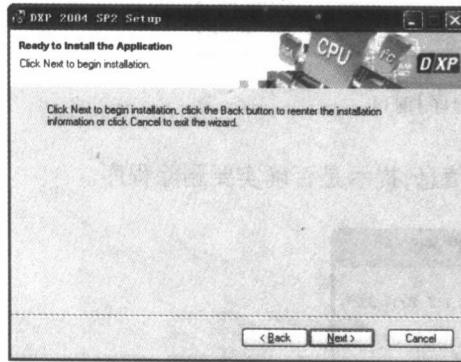

图 1-6 提示安装的画面
⑥ 选择要安装的路径，系统默认路径为“C:\ Program Files \ Altium 2004 SP2 \”，也可以通过【Browse】按钮来选取其他的路径，单击【Next】按钮，进入如图 1-6 所示的窗口。